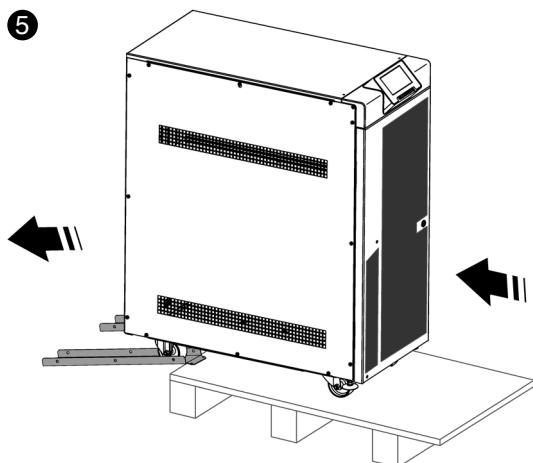

Fig. 26. Descenso del equipo del palet.
- ⑤ Proceder a bajar el equipo del palet (Fig. 26).